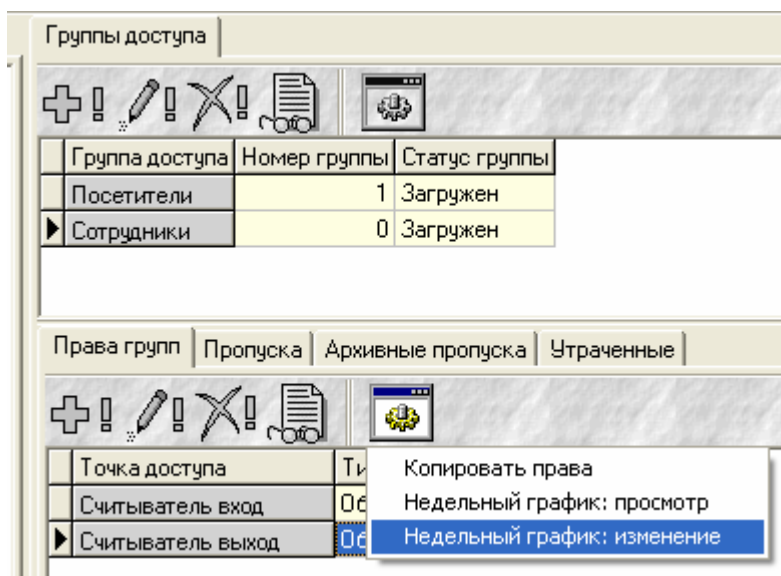

Рис. 12
- нажать на кнопку «Действия» и в выпадающем списке выбрать «Недельный график: Изменение» (рис. 12);